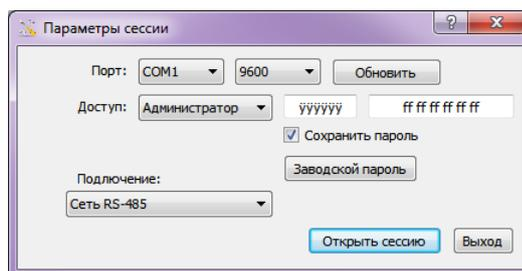

Рис. 1. Окно «Параметры сессии»
2. Окно параметры сессии (рис. 1.)